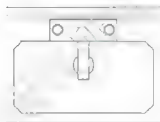

图 4-61
**步骤7:**在绘图区对需要进行倒角的对象进行单击,效果如图 4-61 所示。按 Enter 键结束倒角命令。